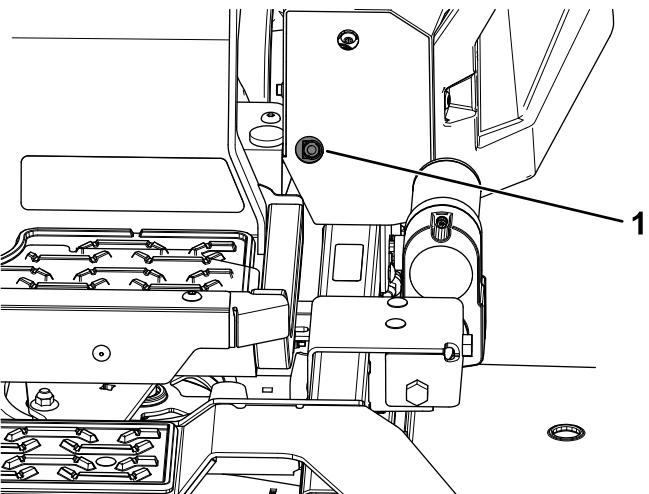
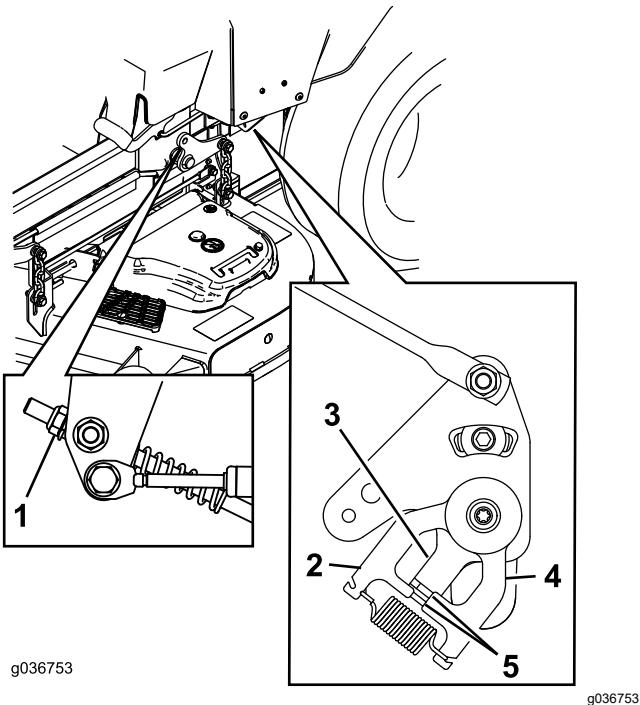

Figure 83
Figure 84
11. Réglez la longueur des tiges de pompes en tournant l'écrou dans le sens voulu jusqu'à ce que les roues tournent légèrement en marche arrière (Figure 83 et Figure 84).